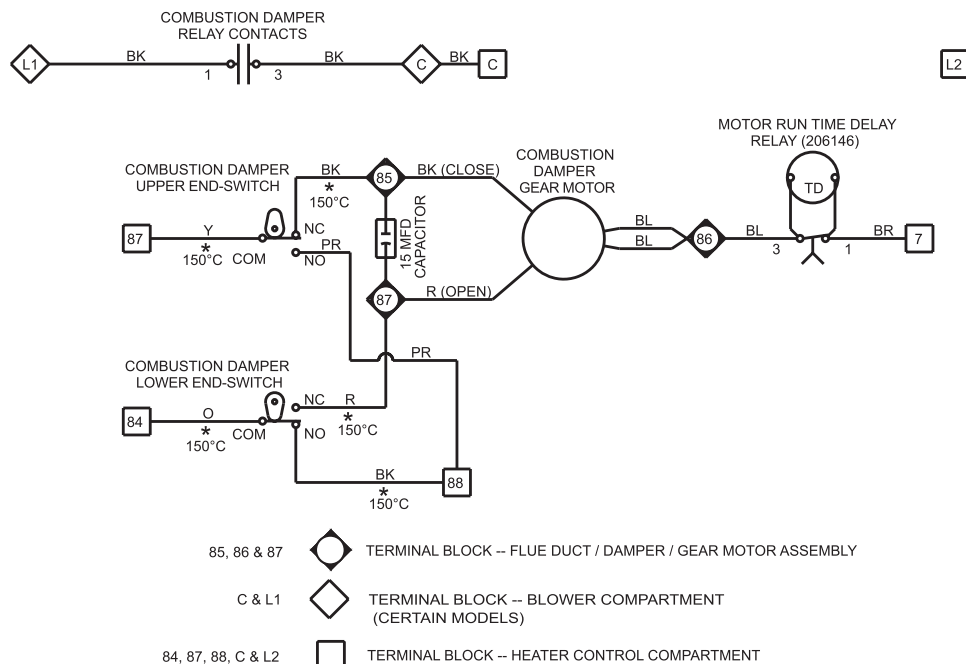

Figure 11. Schéma de câblage du moteur-réducteur de remplacement
- (1) Retirez les vis qui fixent la plaque de réparation sur le côté du conduit de fumée dans l'ensemble de remplacement et retirez la plaque de réparation.
- (2) Faites glisser le long tube de détection dans le trou et placez-le de manière à ce que le tube s'étende dans l'ouverture d'aérateur ronde sur le côté du conduit de fumée.
- (3) Fixez la plaque du tube de détection au conduit de fumée à l'aide des vis retirées à l'étape 5b(1).
- (4) Installez l'extrémité libre du tube en caoutchouc relié au pressostat sur le tuyau métallique situé sur le côté du conduit de fumée. Assurez-vous que le tube est bien fixé.
- c. Installez le joint de remplacement de la plaque de recouvrement (2) et fixez la plaque de recouvrement du conduit de fumée retirée à l'étape 4b à l'avant du conduit de fumée et de l'ensemble de registre nouvellement installés.
- a. Installez le joint d'étanchéité de aérateur e remplacement (3) et la plaque à orifice retirés avec le armoire du aérateur et réinstallez le armoire du aérateur.
7. Branchez le câblage du moteur à engrenages conformément au Tableau 10 et à la Figure 11. Assurez-vous que toutes les connexions sont sécurisées.